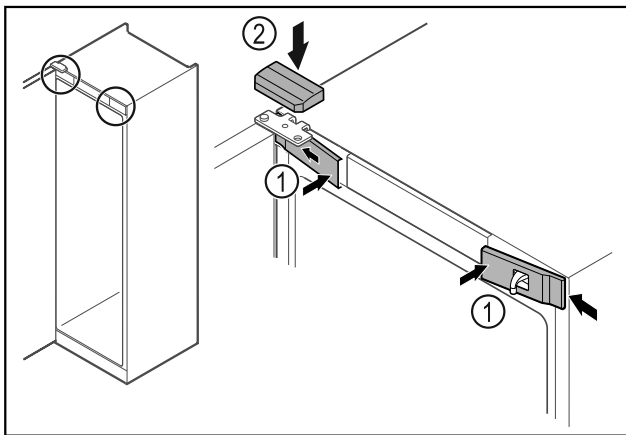

Fig. 46
- ▶ Зацепите сбоку и защелкните передние крышки Fig. 46 (1).
- ▶ Защелкните верхнюю крышку Fig. 46 (2) сверху.